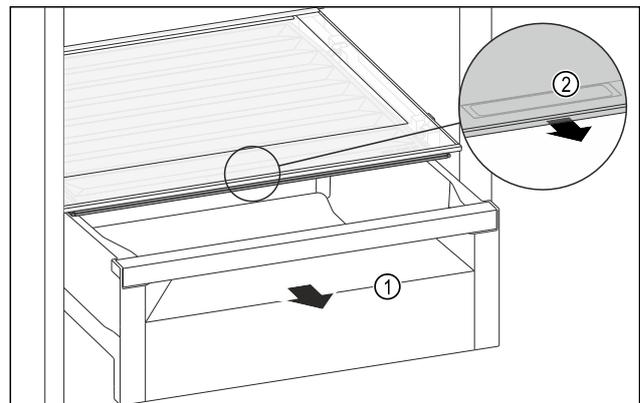

Fig. 137
- ▶ Extraiga el compartimento Fig. 137 (1).
- ▶ Sujete el tirador empotrado Fig. 137 (2) en la tapa del compartimento y tire de la tapa del compartimento hacia delante al mismo tiempo.